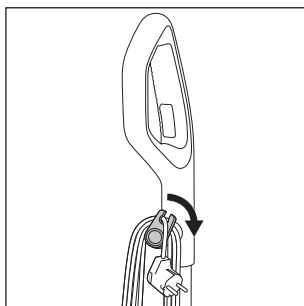

Fig. 16
- ♦ Desenrolle el cable de red 17 completamente del enganche superior e inferior del enrollables 16/20. Para desenrollar el cable de red 17 rápidamente del enrollables 16/20, tire del enganche superior del enrollables 16 ligeramente hacia fuera y gírelo hacia abajo (consulte la fig. 16).